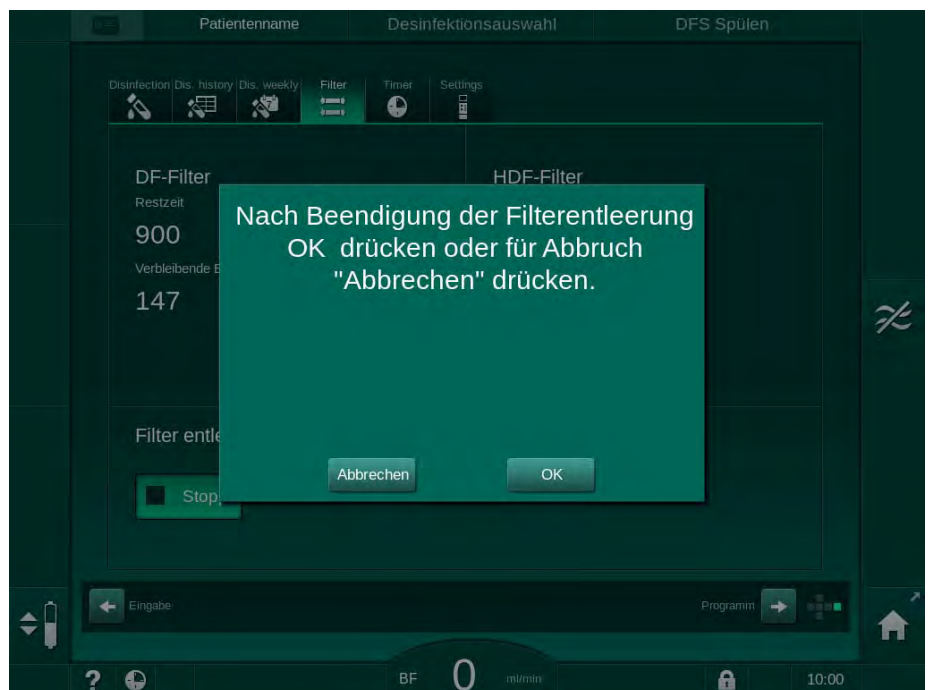

Abb. 7-3 Bestätigungsfenster für den Filterwechsel
14. *OK* im Filterwechselfenster (Abb. 7-3) berühren, um den Austausch der Filter zu bestätigen.
16. Vertiefung im Gerätesockel auf ausgetretene Flüssigkeit prüfen und bei Bedarf reinigen (siehe Reinigen des Gerätesockels mit Vertiefung und Lecksensor (194)).